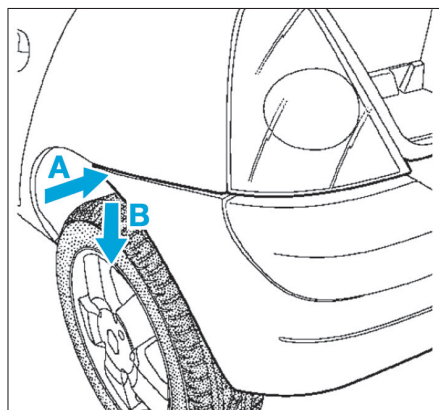

Fig. 65
- les vis de fixation inférieure (2).
- Dégager l'angle du bouclier (A), puis incliner le bouclier (B) (Fig.65).